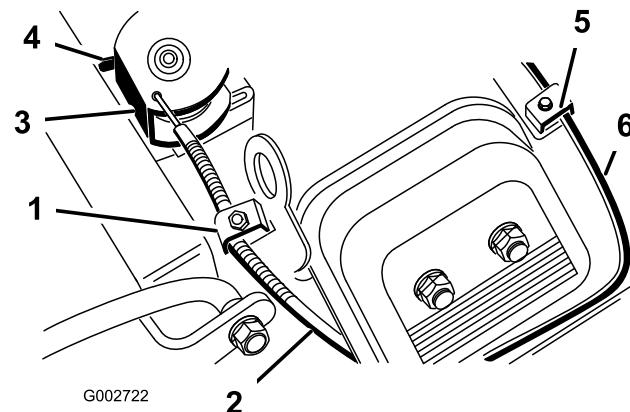

Figura 38
4. Puxe o cabo do acelerador até que a zona traseira da cavilha entre em contacto com o batente (Figura 38).
2. Desaperte o parafuso de fixação do cabo da alavanca do ar que prende o cabo ao motor (Figura 38).
4. Puxe o cabo do ar (Figura 38) até que a borboleta se encontre completamente fechada e, em seguida, aperte o parafuso de fixação do cabo.
2. Desaperte o parafuso de fixação do cabo do acelerador ao motor (Figura 38).